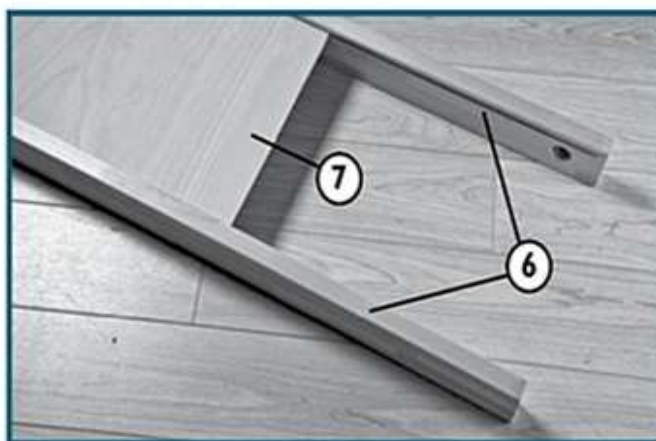

Fig. 2
2.) Schieben Sie den Regalboden (7) in die beiden Querbalken (6) (Abbildung 2).